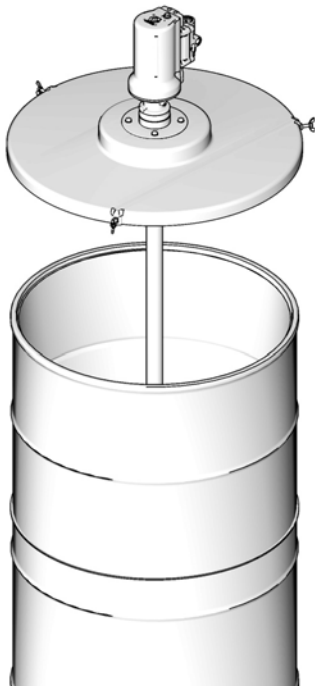

ABB. 9
- Den hängenden Schlauch der Pumpe durch die Mitte der Gummitülle in die Folgeplatte einführen (ABB. 9).